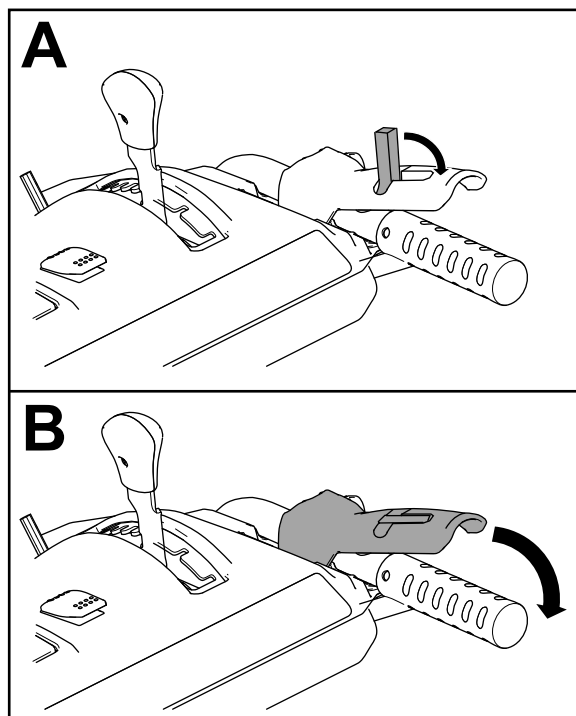

Figure 23
1. Pour engager l'entraînement de vis sans fin/turbine, déplacez le commutateur de verrouillage vers l'arrière sur le levier, puis serrez le levier droit (vis sans fin/turbine) contre la poignée (Figure 23).